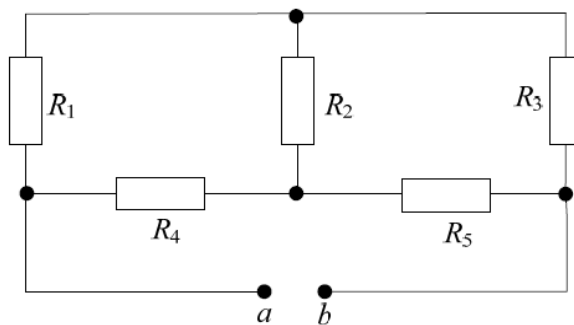

Рис. 6
1.4 В схеме рис. 6 определить эквивалентное сопротивление, если $R_1 = 1 \text{ Ом}$, $R_2 = 4 \text{ Ом}$, $R_3 = 12 \text{ Ом}$, $R_4 = 2 \text{ Ом}$; $R_5 = 4 \text{ Ом}$.